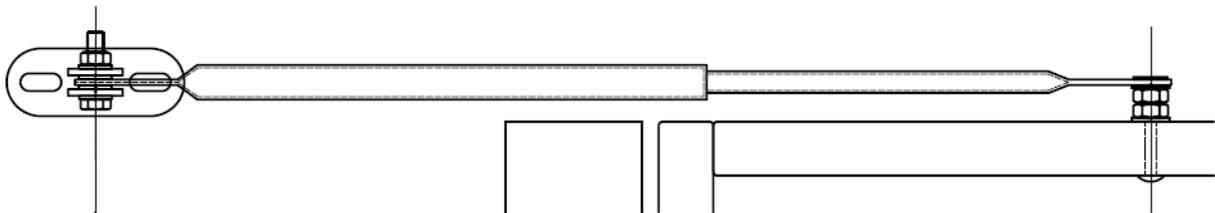

Abb. 2: Befestigung der Teleskopstange
Als Nächstes wird die Wandhalterung^② für die Teleskopstange^⑦ an die Wand geschraubt, dazu müssen zunächst wieder entsprechende Löcher gebohrt werden. Die Maße für die Bohrungen können Sie ebenfalls der Zeichnung entnehmen. Wenn die Montage erfolgt ist kann die Teleskopstange angeschraubt werden. Zur Befestigung an der Sprossenwand verwenden Sie bitte die Schlossschraube M8 x 65, die dazugehörigen Scheiben 14 und die Hülsenmutter M8 sowie die Sechskantmutter M14 um den Abstand zu regulieren. Um die Teleskopstange an der Wandhalterung zu befestigen werden die Sechskantschraube M10x30, die entsprechenden Scheiben 10 und die Stopfmutter M 10 verwendet (siehe Abbildung 2). Anschließend muss noch der Wandhaken^③ an der Wand angebracht werden. Dafür müssen ebenfalls Bohrungen nach gewohntem Prinzip gesetzt werden. Die Maße finden Sie ebenfalls in der Zeichnung. Die letzten Montageschritte sind, die Befestigung des Feststellfußes^⑤ und der Feststellschraube^④ beide werden mit Hilfe der Spaxschrauben 30x5 an die Seite der Sprossenwand geschraubt an der die dafür vorgesehenen Löcher gebohrt wurden.